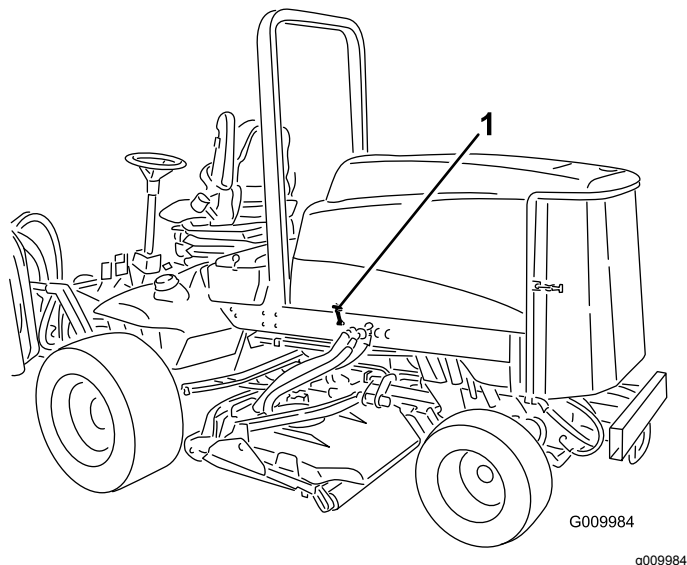

Figura 20
1. Desenganche los cierres del capó (Figura 20) y abra el capó.